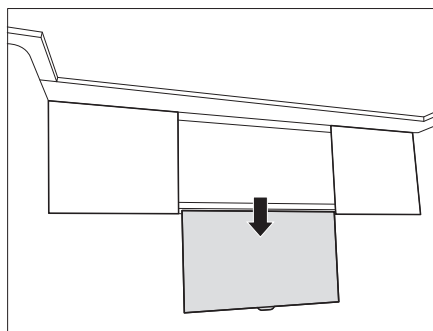

Fig. 137 Schermo piatto in posizione inferiore
- Tirare lo schermo piatto verso il basso afferrando la maniglia (Fig. 137).